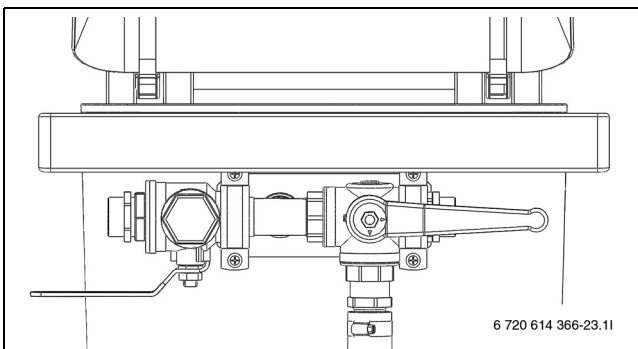

Bild 26 Befüllstation in Befüllposition
- ▶ Ventile der Befüllstation auf die Befüllposition stellen und Kreis mit Sole befüllen (→ Bild 26).